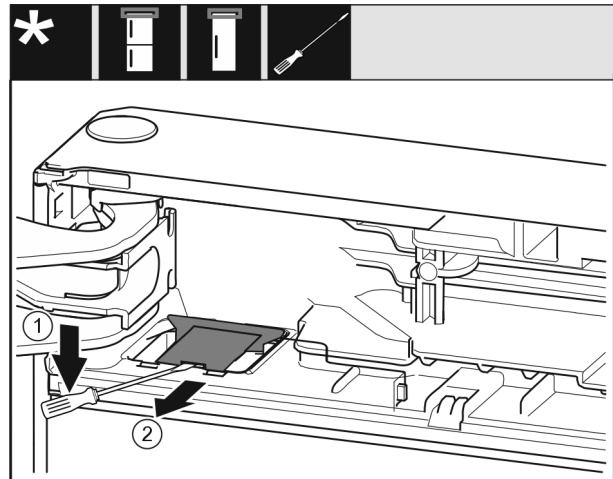

Fig. 12
- Mit einem Schlitzschraubendreher die Abdeckung Fig. 12 (1) ausrasten.
- Abdeckung Fig. 12 (2) herausnehmen.